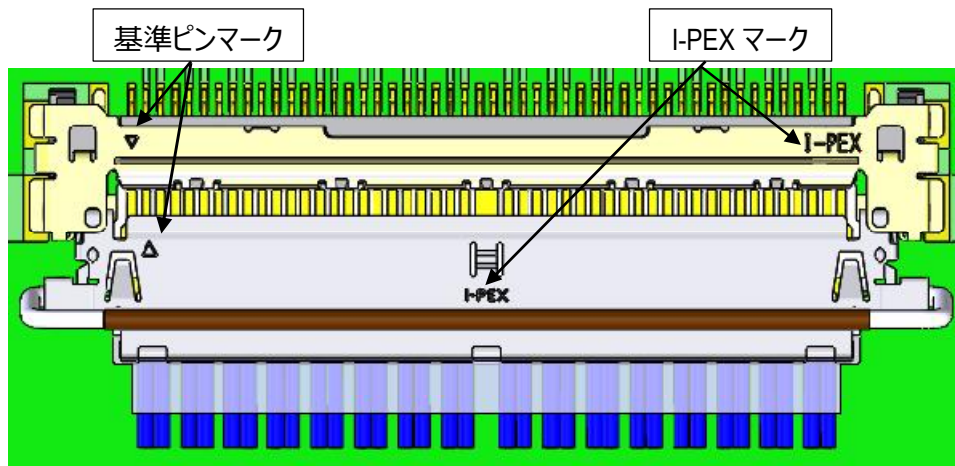

図. 1
1. 図 1 の様に、Paddle Card ハーネスとリセパクルコネクタの基準ピンマークが同じ側に来る様にセットする。